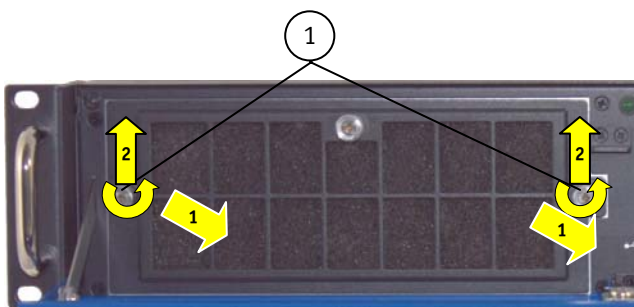
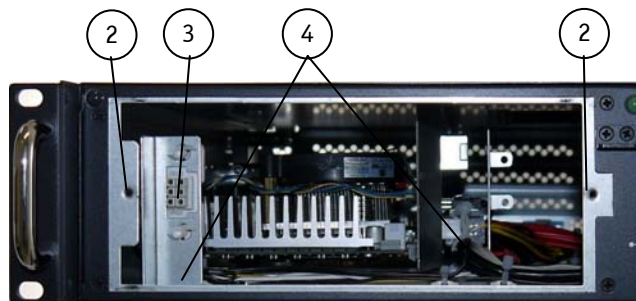

Abb. 38: Detail: Entfernen des Lüftereinschubs
Abb. 39: Detail: Lüfterfach (ohne Lüftereinschub)
2. Lösen Sie die zwei Rändelschrauben des Lüftereinschubs (Abb. 38, Pos 1).
3. Ziehen Sie den Lüftereinschub an den Rändelschrauben nach vorne. So trennen Sie den Lüftereinschub von der internen Buchse für Lüftersteuerung (Abb. 39, Pos. 3).
4. Heben Sie ihn danach nach oben, in Pfeilrichtung (Abb. 38) aus dem Lüfterfach (siehe Abb. 39).
**Legende für Abb. 38 und Abb. 39:**
7. Führen Sie den Lüftereinschub mit eingesetztem Filtermattenhalter (Abb. 42) in das Lüfterfach (Abb. 39, Pos. 4) ein.
8. Schieben Sie den Lüftereinschub in das Lüfterfach bis zum Anschlag des Steckers (Abb. 41, Pos. 2) und der Buchse (Abb. 39, Pos. 3).
9. Ziehen Sie die Rändelschrauben des Lüftereinschubs (Abb. 38, Pos 1) wieder an.